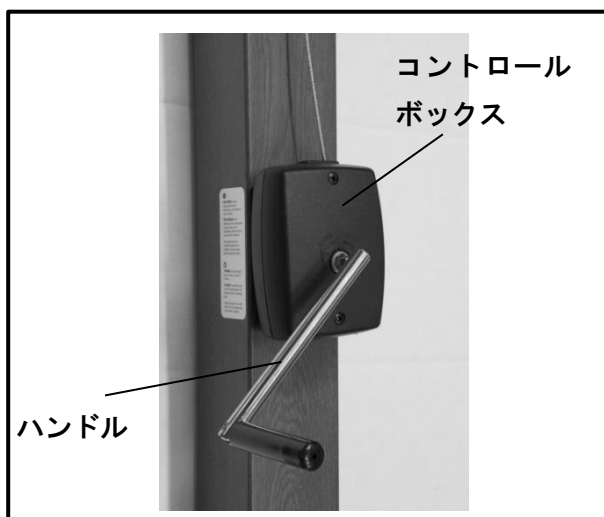

図.10
- ② 骨または布を揺すって、キャンバス部のねじれを取り除きます。
- ③ 本体支柱部にあるコントロールボックスにハンドル (j) を差し込みます。(図.10)
- ④ ハンドルをゆっくりと時計方向に回して下さい。
- ⑤ パラソルが完全に開いたことを確認して下さい。